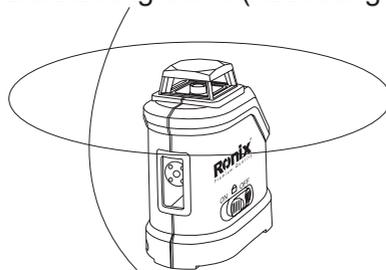

Abbildung 4
5. Für eine grafische Darstellung siehe (Abbildung 4)